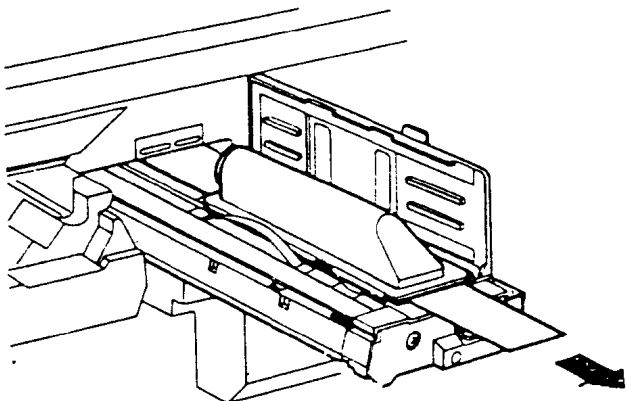

图 1-1-6
(1) 拉出复印机的电源电缆。卸下右面板和后板。拆卸遮板, 用螺丝钉将图像编辑组件的接地极固定在底板上。如图 1-1-6 所示。